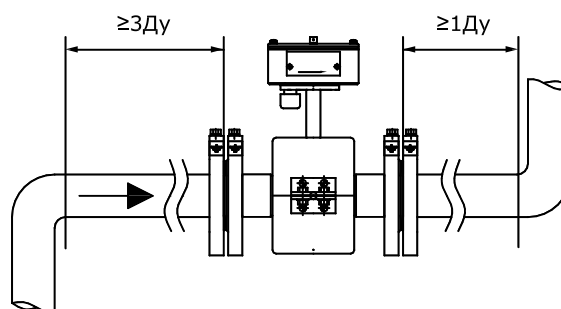

Рисунок 8.4
8.2.6 Расходомер необходимо располагать в той части трубопровода, где пульсации и завихрения минимальные. При установке расходомера необходимо обеспечить прямолинейные участки трубопровода длиной не менее $3 \cdot \text{ДУ}$ до и $1 \cdot \text{ДУ}$ после ППР (см. рисунок 8.4).